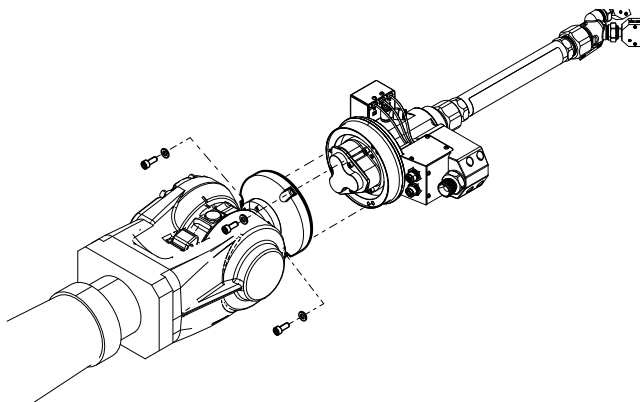

FIG. 11
5. Rimuovere le viti che fissano il corpo girevole (511) alla staffa di antirotazione.
6. Svitare le tre viti che fissano la pistola Switch 3D in acciaio inossidabile sulla flangia di montaggio del robot. Vedere FIG. 11.